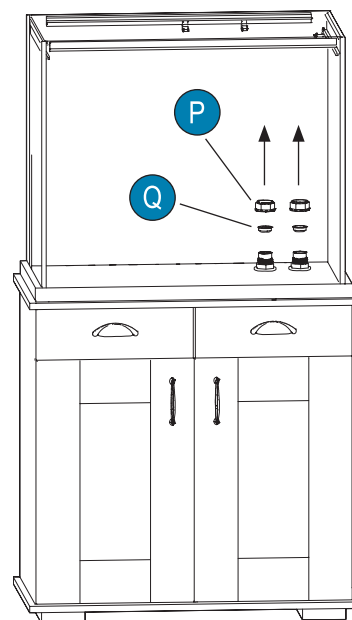

Fig. 1
- Dévisser manuellement le bouchon (P) et retirer le bouchon (Q) de l'ouverture (O) (Fig. 1). **IMPORTANT : Conserver les bouchons (P) et (Q) pour l'usage ultérieur.**
- Dévisser manuellement le bouchon (P) et retirer le bouchon (Q) de l'ouverture (I) (Fig. 1). **IMPORTANT : Conserver les bouchons (P) et (Q) pour l'usage ultérieur.**